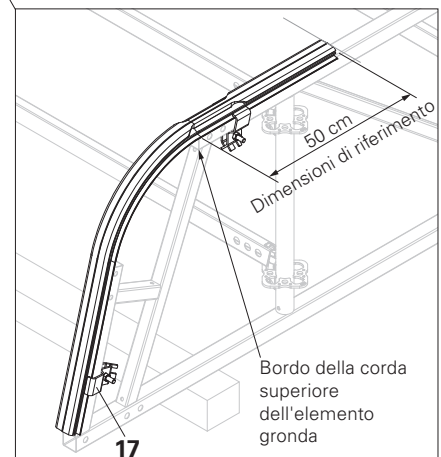

Fig. A2.01a
→ Protezione della guida gronda sulla corda superiore sull'elemento gronda. (Fig. A2.01a)
3. Fissare il connettore Keder (**17**) sulla guida gronda. (Fig. A2.01a)